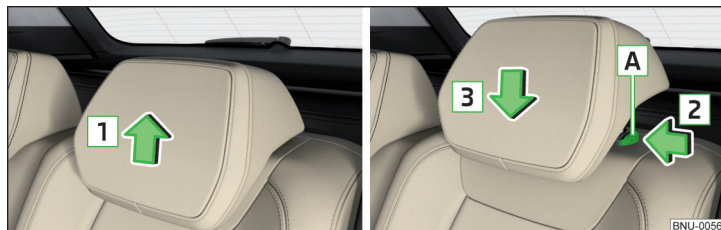

Fig. 97 Ajustar la altura del reposacabezas atrás
- Tomar el reposacabezas y desplazarlo **hacia arriba** en sentido de la flecha **1** » fig. 97.